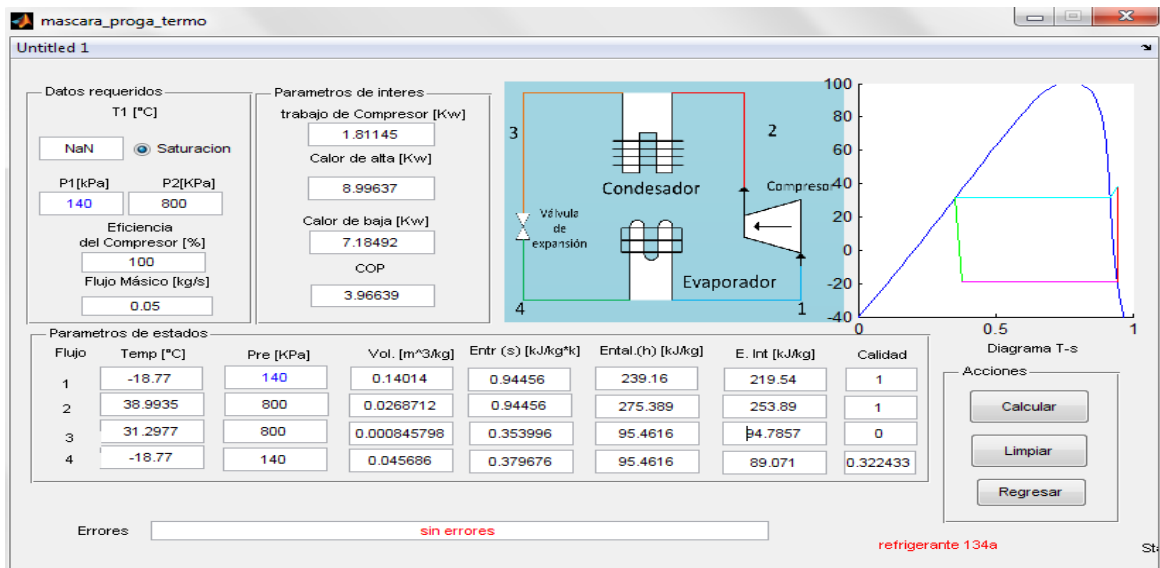

Figura 7. Ventana de resultados de un ciclo de refrigeración por compresión de vapor.
- A partir de los datos de interés previamente introducido se da click en Calcular y se obtienen los resultados que se muestran en la figura 7.